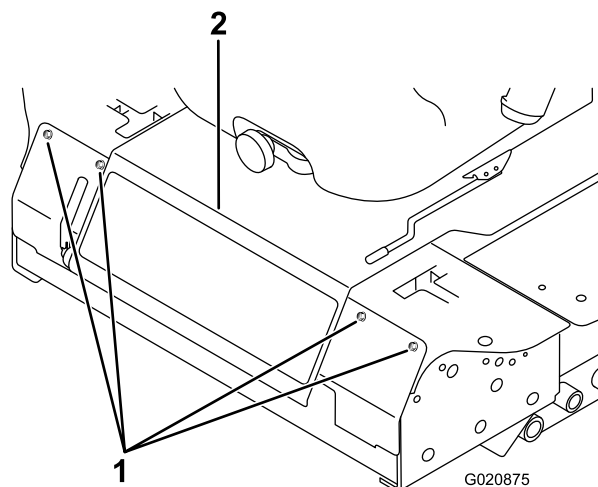

Рисунок 56
3. Снимите болты крепления передней панели и снимите переднюю панель (Рисунок 56).